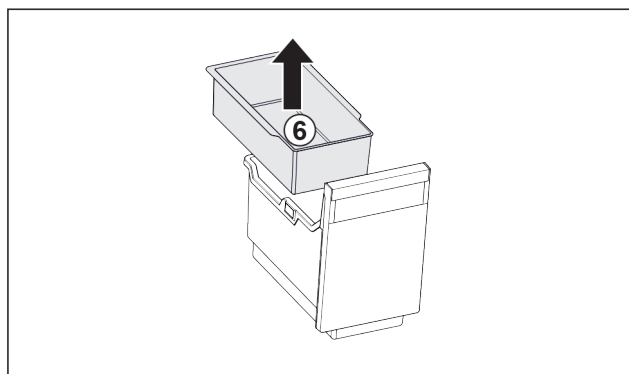

Fig. 19
- ▶ Extrageți tava suspendată Fig. 19 (6).